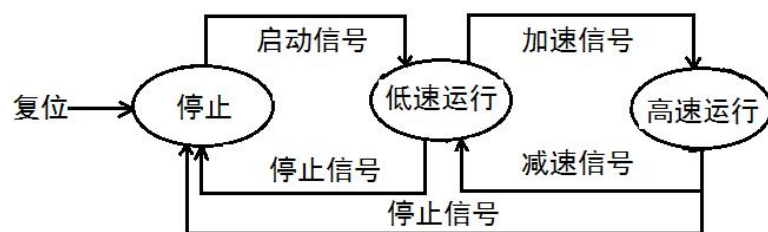

图 7 电机控制图
13.设计一个如图 7 的电机控制（停止、低速、高速）模块（模块名 MotorControl）。